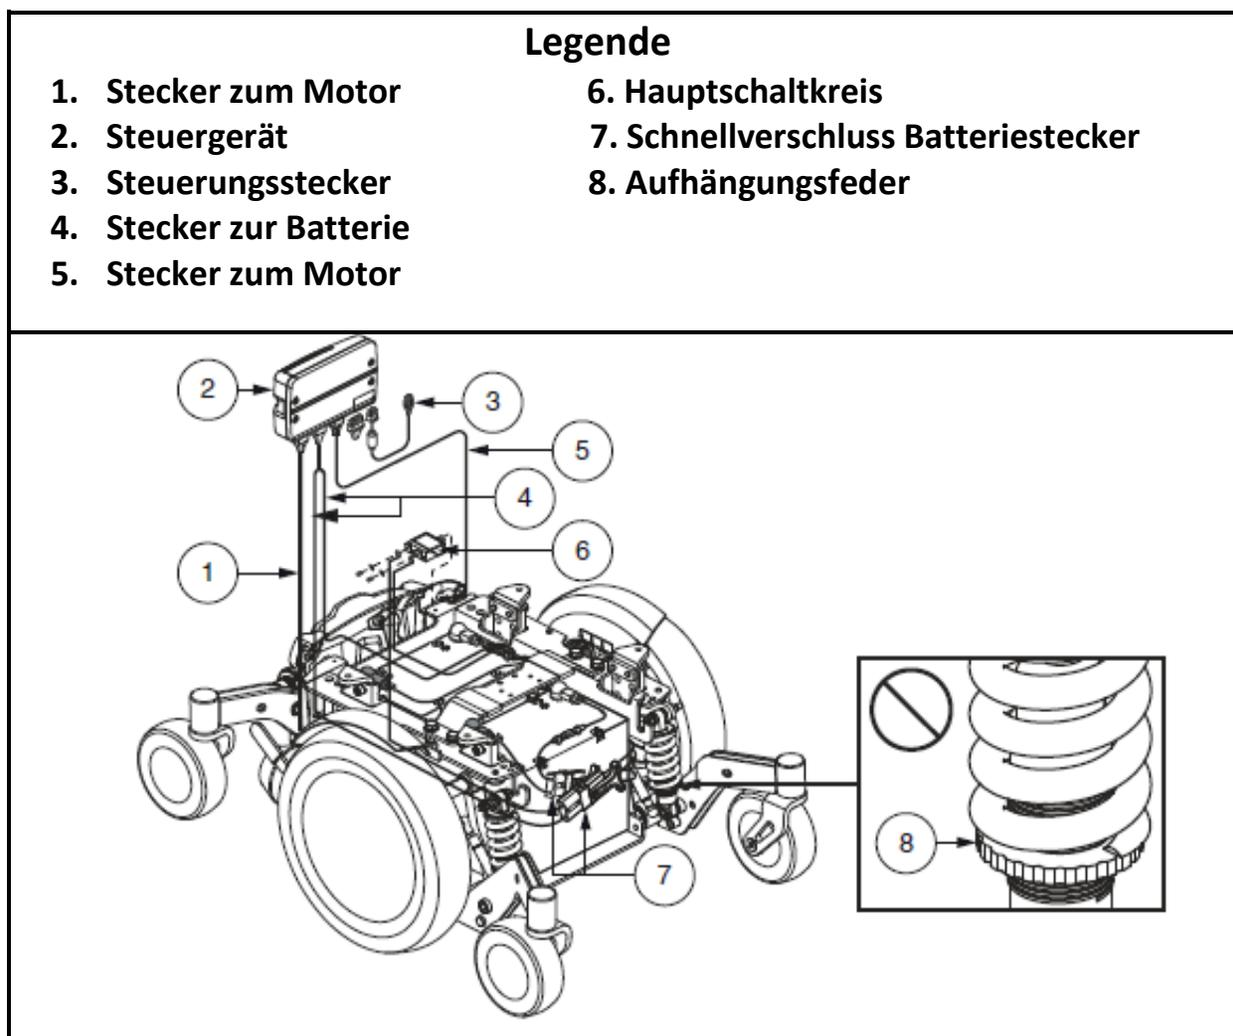

Bild 1. Q6 Edge 2.0 Elektrische Komponenten
Ihr Elektrorollstuhl hat zwei Hauptbauteile: Die Sitzeinheit und die Antriebseinheit. Üblicherweise beinhaltet die Sitzeinheit die Armlehnen, die Rückenlehne und die Sitzbasis. Die Antriebseinheit zwei Baugruppen für Motor/Bremsen, zwei Antriebsräder, vier Laufräder, zwei Batterien und Kabelbäume. **Siehe Legende S. 4-5 und Bild 1.**
Die elektronischen Komponenten bestehen aus der Steuerung, den Batterien und den Motoren. Die Batterien, Motoren und das Steuergerät (falls vorhanden) befinden sich an der Antriebseinheit. Die Steuerung und die Motoren, Batterien und deren Ladegeräte werden durch einen oder mehrere Kabelbäume gebildet. **Siehe Bild 1.**
5. Stecken Sie den Steuerungsstecker in die Rückseite des Netzteils. Siehe Bild 1.
3. Ziehen Sie den/ die Steuerungsstecker aus dem Netzteil. **Siehe Bild 1.**